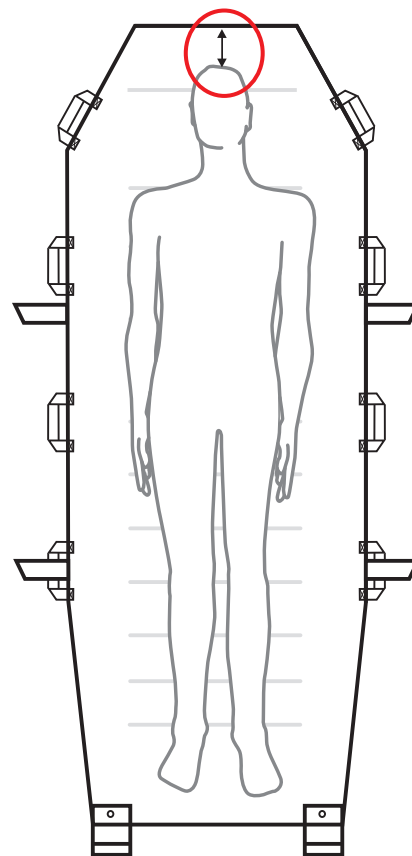

Fig. 7
- Pasientens hode plasseres ca. 150 mm (6") fra toppen av *Maxi Air*-madrassen. Pass på at pasienten hviler komfortabelt på puten under forflytningen, se "Fig. 7".